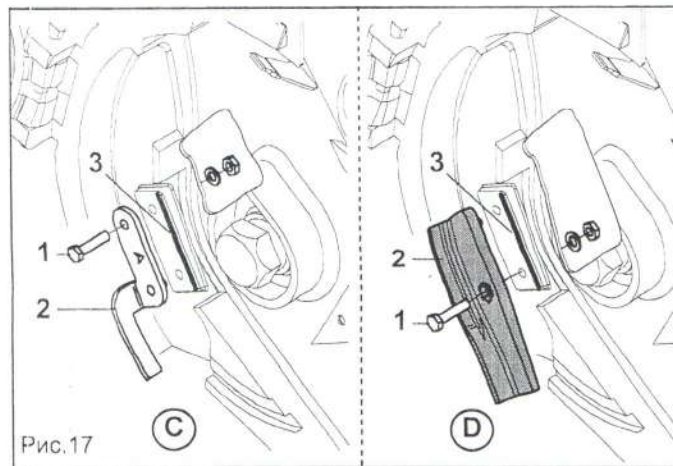

Рис.17
Использовать выталкиватель семян светло-серого цвета (С, Рис. 17) для семян маленького размера со средним диаметром меньше 3,5 мм (пример: сахарная свекла).
Использовать выталкиватель семян черного цвета (D, Рис. 17) для семян среднего размера со средним диаметром от 3,5 до 7 мм (пример: кукуруза).
Открутите винты (1, Рис. 17) снимите выталкиватель (2).
Монтаж: Установите выталкиватель (2), как показано на Рис. 17. Держа прижатым к краю соответствующего гнезда (3 Рис. 17), заблокировать при помощи прилагаемого винта (1). Винт монтируется только в сторону, указанную на рисунке. Не используйте прокладок между выталкивателем и гнездом. Проверьте, чтобы выталкиватель семян прилегал к диску посева и чтобы не было интерференции между ними. Заменить выталкиватель семян, когда появятся видимые признаки износа и когда диск поврежден или деформирован.